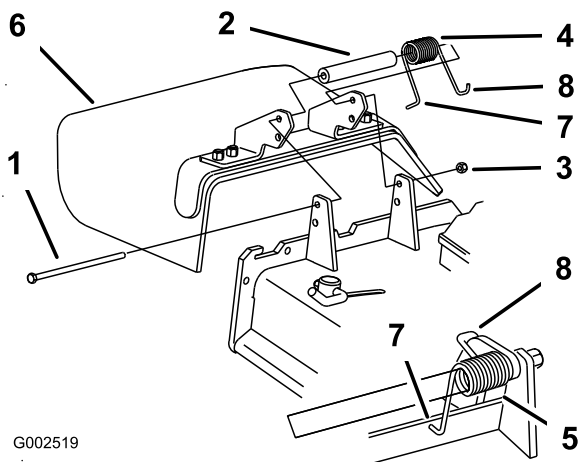

Figura 15
1. Remova a calha de descarga lateral da plataforma do cortador (Figura 15).